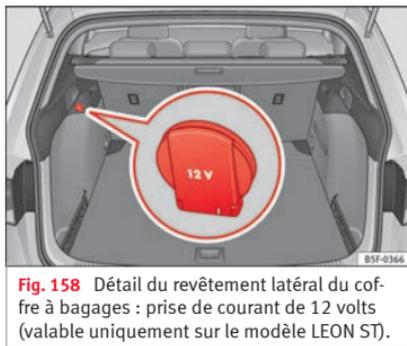

Fig. 158 Détail du revêtement latéral du coffre à bagages : prise de courant de 12 volts (valable uniquement sur le modèle LEON ST).
- Levez le cache de la prise de courant » » fig. 158.